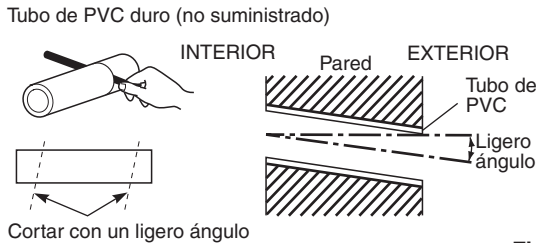

Fig. 3-21
- Mida el grosor de la pared desde el interior al exterior y corte tubo de cloruro de polivinilo con un ligero ángulo para encajar. Inserte el tubo de cloruro de polivinilo en la pared. (Fig. 3-21)